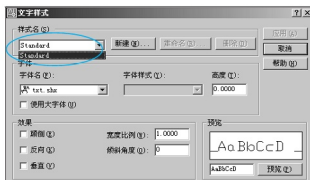

图 3.3 默认状态下的文字样式
(1) 执行菜单栏中的【格式】|【文字样式】命令，打开【文字样式】对话框。默认状态下，在【文字样式】对话框中只有 Standard 一种文字样式，如图 3.3 所示，且默认状态下，Standard 文字样式的字体为 txt.shx。